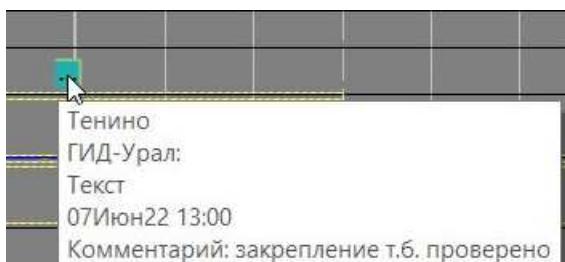

Рис.76. Информация о пометке
Превышение ПВХ из-за предупреждений по ограничению скорости обозначается на графике автоматически генерируемой пометкой, обозначаемой символом «П», (см. рис. 76),
2. Для получения информации по пометке подвести указатель «мыши» к пометке, дождаться изменения цвета выбранной пометки и появления всплывающего окна с информацией о пометке (см. рис.76, 77).